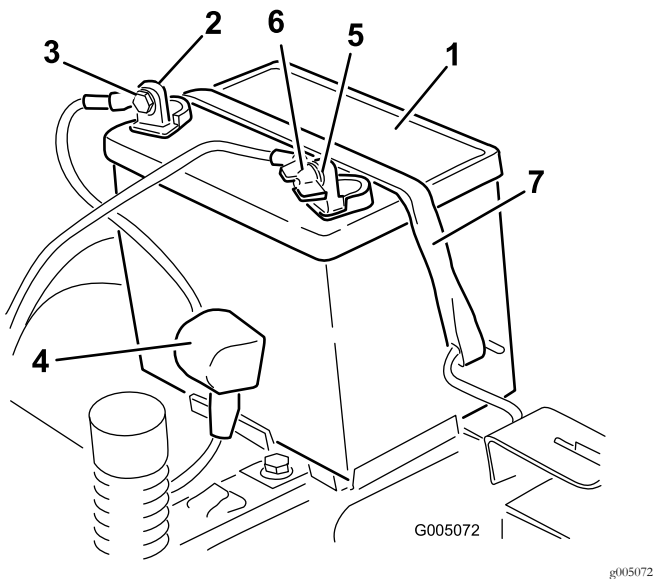

Figure 51
4. Débranchez le câble négatif (noir) de mise à la masse de la borne de la batterie (Figure 51).
6. Débranchez le câble positif (rouge) de la borne de la batterie (Figure 51).
7. Déposez la barrette de maintien de la batterie (Figure 51) et soulevez la batterie de son support.
1. Placez la batterie sur son support (Figure 51).
5. Fixez la batterie en place à l'aide de la sangle de maintien (Figure 51).